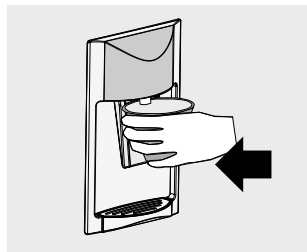

Figura 47
- Para utilizar el dispensador haga presión hacia adentro con el vaso sobre la válvula, después de llenar la cantidad de agua requerida mantenga el vaso por 2 segundos más sin presionar para evitar goteos. (Figura 47).